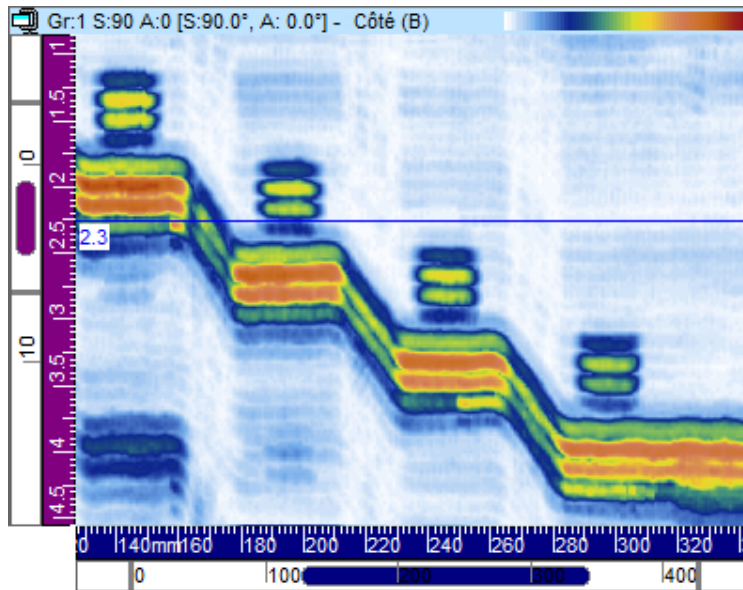

Figure 3-23 Exemple de vue de côté (B)
La vue de **côté (B)** [voir la Figure 3-23 à la page 109] est une représentation graphique bidimensionnelle des données enregistrées. L'un des axes est l'axe de balayage, l'autre est le parcours ultrasonore non corrigé (Usound). L'emplacement des données